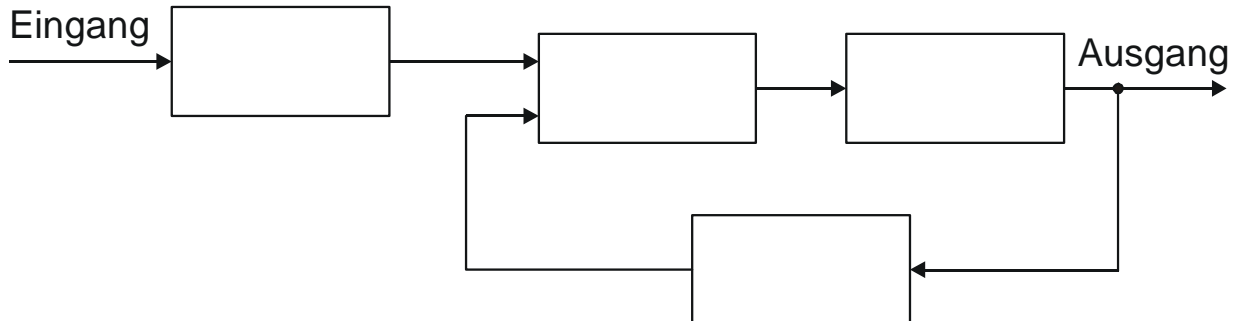

Bild 1.1: A/D-Wandler nach dem Zählverfahren
Zunächst wird ein A/D-Wandler, der nach dem Zählverfahren arbeitet, betrachtet. Bild 1.1 zeigt das unvollständige Blockschaltbild eines solchen Wandlers.
- Vervollständigen Sie das Blockschaltbild in Bild 1.1, indem Sie in die Kästchen die Bezeichnungen der entsprechenden dort benötigten Funktionen eintragen!